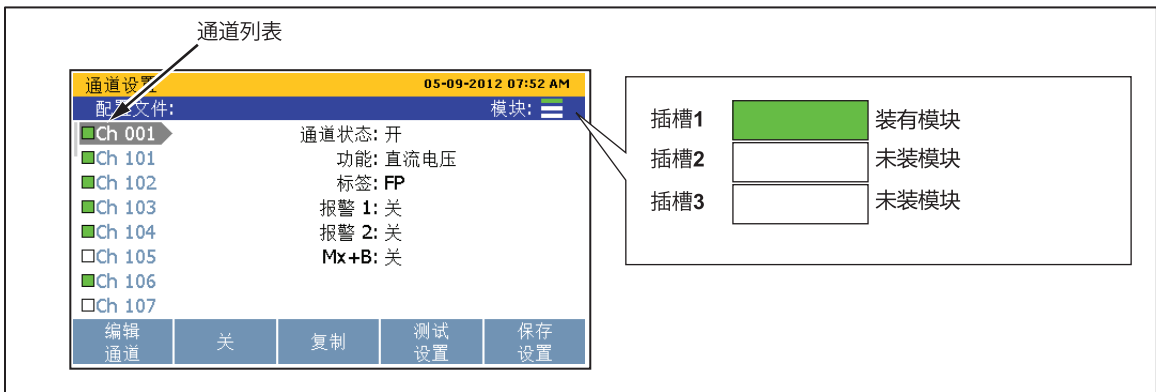

图 3-3. 模块标识 (图示中已安装输入模块)
8. 使用电源开关接通产品电源。开机后，产品检测输入模块的连接。如果识别出输入模块，模块标识将变为绿色，并在“通道设置”菜单的左侧显示所有可用的通道，如图 3-3 中所示。如果模块标识没有变绿，则请见第 4 章中的故障处理信息。